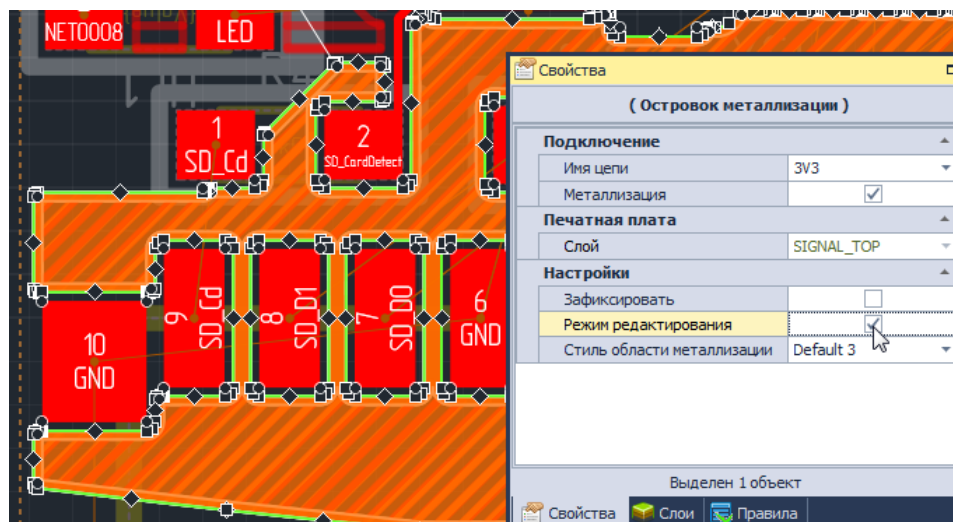

Рис. 346 Разрешение редактирования острова металлизации
2. Отметить флагом пункт «Режим редактирования» в панели «Свойства», см. Рис. 346. После этого на острове области металлизации должны появиться точки редактирования.